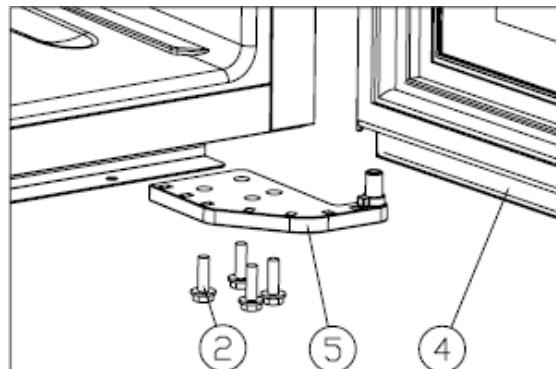

Рис. 2
Открутите винты M5\*16 (2), демонтируйте правую нижнюю петлю (5) (Рис. 2).